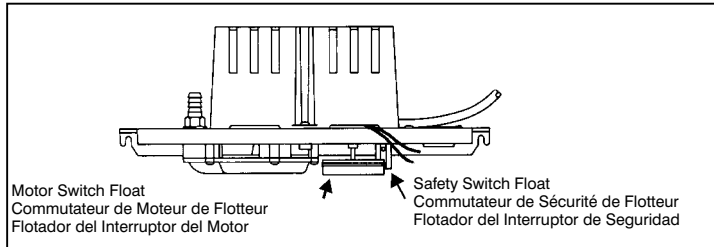

Fig. 5
3. Tester le commutateur de moteur en levant le commutateur de moteur du flotteur avec le doigt (Fig. 5). Le moteur doit se mettre en marche juste avant que le ressort de la tige ne touche à tige de guidage.
3. Pruebe el interruptor del motor, levantando su flotador con el dedo (Fig 5). El motor deberá encenderse inmediatamente antes de que el fiador del perno del pistón entre en contacto con la guía de la varilla.